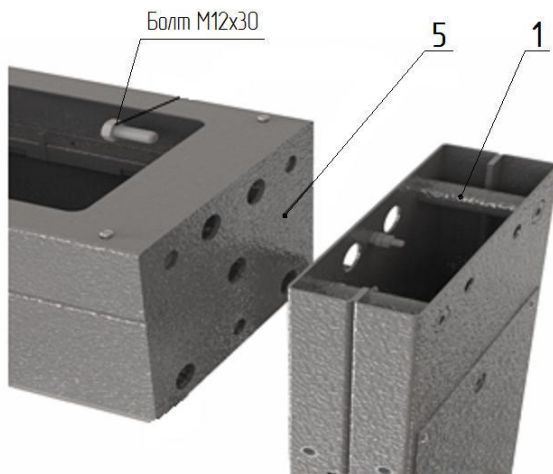

Рис. 1
6.2.1. Сборка турникета (рис. 1);
- положите на пол на боковую плоскость раму привода 5 (рис. 1), (предварительно постелив лист картона), рядом аналогично положите стойку крыла прохода 1 и 2; состыкуйте указанные элементы друг с другом присоединительными элементами и закрутите по три болта М12 с каждой стороны; поставьте собранный портал вертикально на месте установки турникета; поставьте собранный портал вертикально на месте установки турникета.